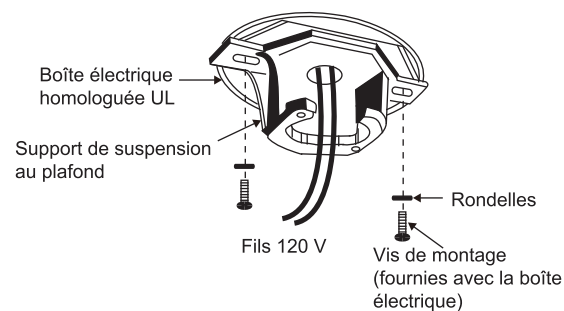

Fig. 6
Étape3. Faites passer les fils d'alimentation de 120 V de la boîte à prises du plafond par le centre du support de montage au plafond (**Fig. 6**).
Étape 4. Fixez le support de montage au plafond à la boîte à prises en utilisant les vis et les rondelles fournies avec la boîte à prises (**Fig.6**).